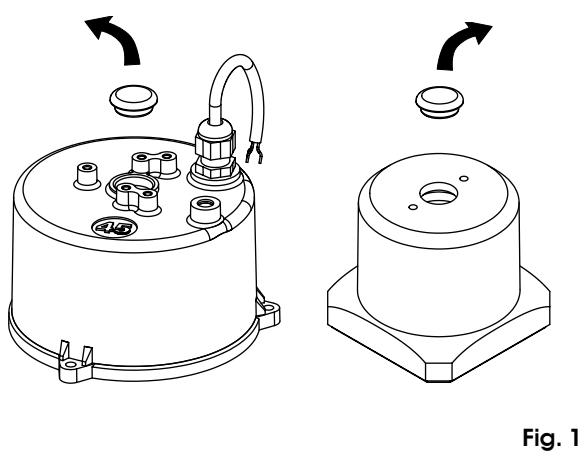

Fig. 1
- 1) Togliere il tappo dalla calotta motore come in fig. 1.
- 1) Remove the plug from the motor cover as shown in figure 1.
- 1) Enlever le bouchon de la calotte du moteur d'après la fig.1.
- 1) Quite el tapón de la tapa del motor como se muestra en la fig. 1.
- 1) Den Verschluß der Motorhaube abnehmen, wie in Abb. 1 gezeigt.